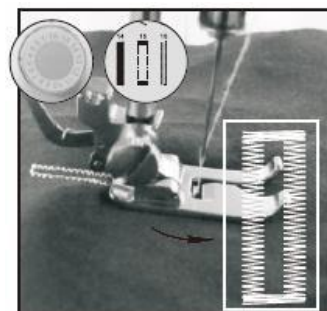

Рисунок 19
- 6) Выберите 7-ю строчку, затем включите переключатель и шейте до тех пор, пока петля не будет полностью вышита (Рисунок 19).